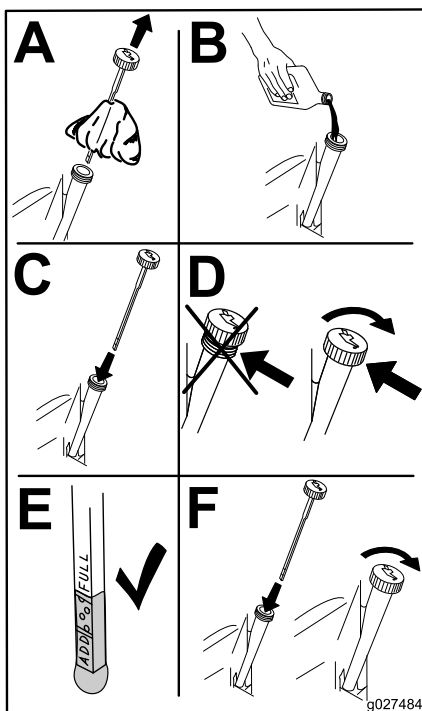

Figura 39
6. Versate lentamente circa l'80% dell'olio indicato nel tubo di rifornimento e sempre con cautela rabboccate l'olio necessario per portarlo alla tacca di **Full (pieno)** (Figura 39).